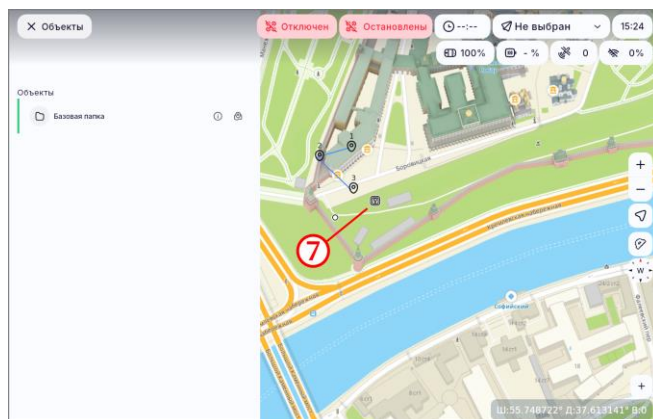

Рисунок 76
- убедиться, что объект  отображается на карте (рисунок 76, шаг 7);